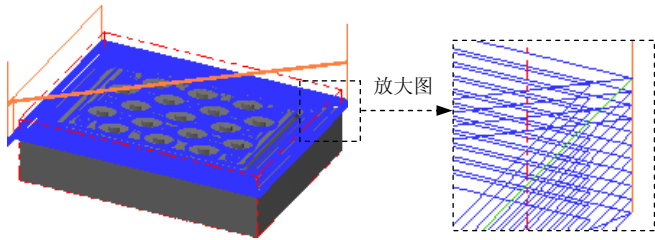

图 25.12 刀具路径
(1) 在“曲面粗加工挖槽”对话框中单击 **粗加工参数** 选项卡，然后在 **进刀选项** 区域选中 ☒ **螺旋式下刀**、☒ **由切削范围外下刀** 复选框，在 **Z 轴最大进给量** 文本框中输入 0.5。
(2) 单击 **切削深度 (D)...** 按钮，在系统弹出的“切削深度设置”对话框中选中 ☒ **绝对坐标** 选项，然后在 **绝对的深度** 区域的 **最高位置** 文本框中输入 0，在 **最低位置** 文本框中输入 -10。单击  按钮，系统返回至“曲面粗加工挖槽”对话框。
(3) 设置间隙参数。单击 **间隙设置 (G)...** 按钮，系统弹出“刀具路径的间隙设定”对话框，选中 ☒ **切削顺序最佳化** 复选框，其他参数设置保持系统默认设置。单击  按钮，系统返回至“曲面粗加工挖槽”对话框。
Step10. 单击“曲面粗加工挖槽”对话框中的  按钮，完成加工参数的设置，此时系统将自动生成图 25.12 所示的刀具路径。